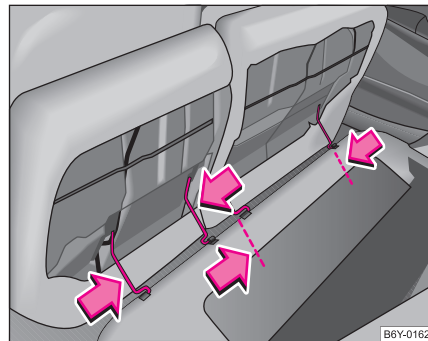

Abb. 54 Rücksitz-
- Drücken Sie die Drahtbügel in Pfeilrichtung ⇒ Abb. 54 und nehmen Sie die Rücksitzbank aus der Halterung.